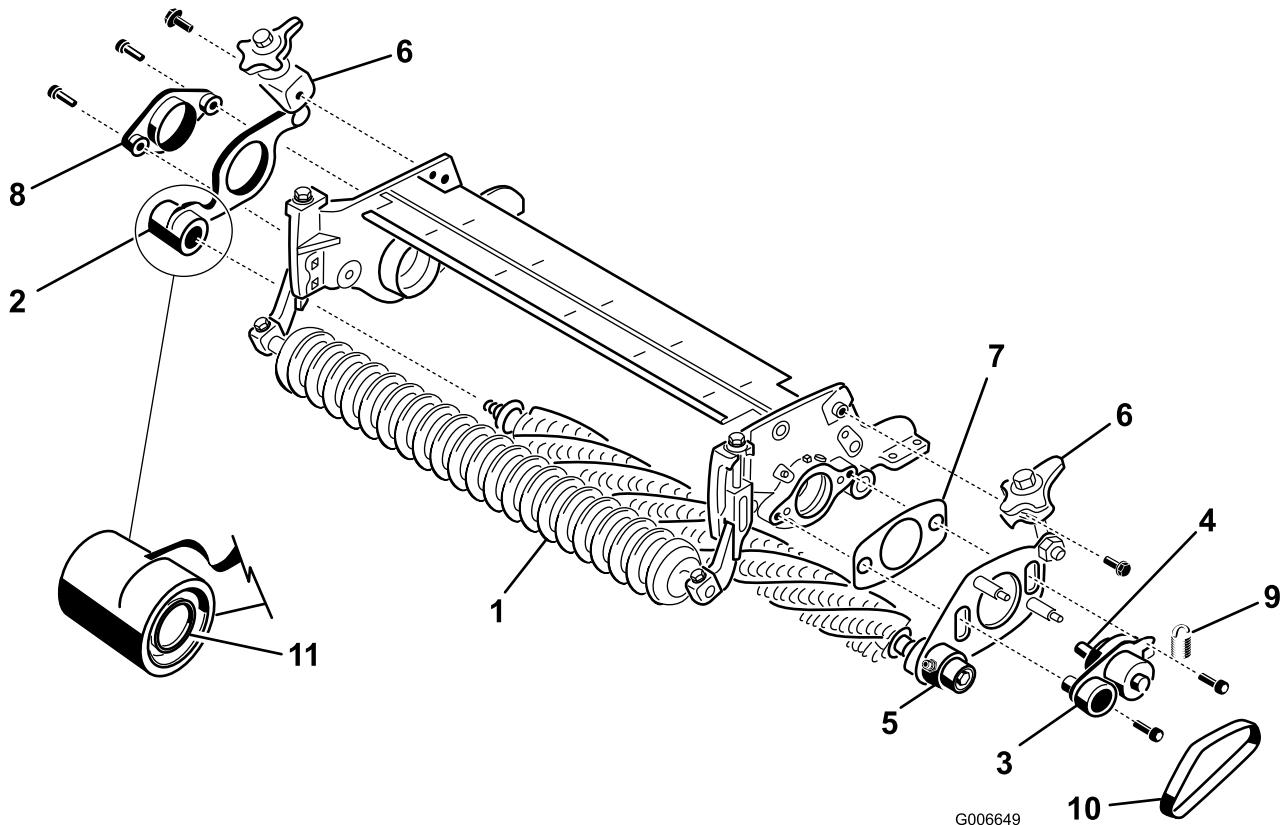

Bild 9
- Schieben Sie auf der Groomerseite **ohne Antrieb** die Groomerplatte mit dem Express-Hubhebel von der Groomerwelle (Bild 9).
16. Montieren Sie auf der Antriebsseite der Schneideeinheit die Drehnabe, die Groomerplatte an der Antriebsseite mit dem Express-Hubhebel und die Beilagscheibe an der Seitenplatte der Schneideeinheit. Verwenden Sie zwei Sechskantschrauben (3/8" x 1") (Bild 9). Schmieren Sie vor dem Einbau Loctite auf das Schraubengewinde.
17. Montieren Sie die Groomerplatte ohne Antrieb auf der Groomerwelle (Bild 9). Achten Sie darauf, dass die Dichtungsfeder nicht abfällt.
18. Befestigen Sie die Drehnabe ohne Antrieb mit zwei Sechskantschrauben (3/8" x 1") an der Seitenplatte der Schneideeinheit (Bild 9). Schmieren Sie vor dem Einbau Loctite auf das Schraubengewinde.
20. Montieren Sie die Express-Hubhebel mit Bundbolzen (3/8" x 3/4") an den Seitenplatten (Bild 9).
21. Montieren Sie den Groomerriemen auf den Spannscheiben (Bild 9). Stellen Sie sicher, dass